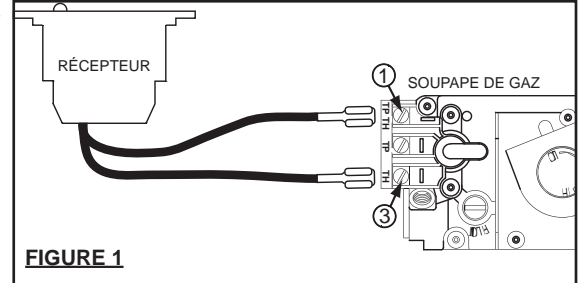

FIGURE 1
**1.1** Déconnectez le branchement à distance de la soupape ou branchez en parallèle avec tout autre branchement à distance de la soupape. Pour le branchement des fils de l'interrupteur millivolt, reliez les fils des bornes de sortie du récepteur à la borne 1 (TPTH) et à la borne 3 (TH) de la soupape de gaz.
**FIGURE 1 NOTE :** Si vous branchez le récepteur à un appareil possédant un système d'allumage électronique, branchez les fils du récepteur aux deux fils du module de contrôle, identifiés comme fils d'interrupteur. (Il pourrait être nécessaire d'enlever les cosse et de raccorder les fils avec des connecteurs de fil.)